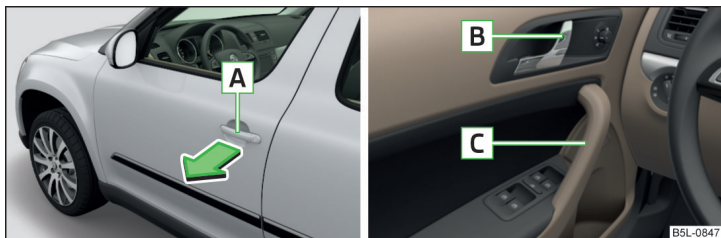

Fig. 34 Mânerul portierei/maneta de deschidere a portierei
- > Trageți mânerul portierei **A** în sensul săgeții » fig. 34.